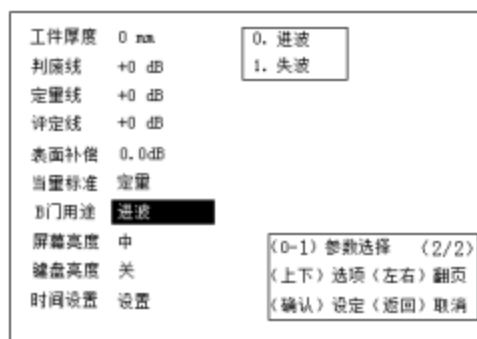

图 2-20
2.2.7.17 B 门用途选择：按  键，进波反显，如图 2-20 所示